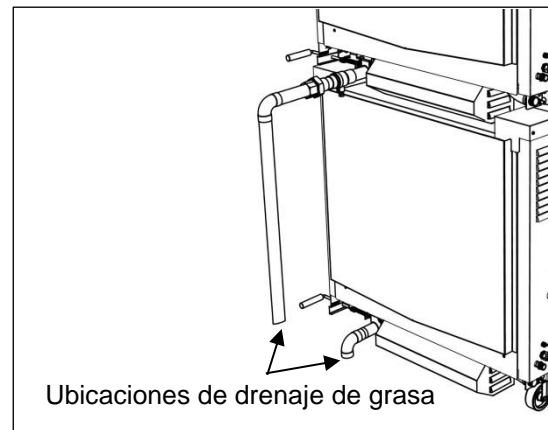

Figura 4-5
4. Cuando el horno está en operación, la válvula de drenado deberá estar posicionada en 'COCINAR' , Esto permitirá que toda la grasa y el efluente de cocción se drene fuera de la tubería indicada en la Figura 4-5. Los hornos sencillos sólo usan el drenaje superior mostrado.